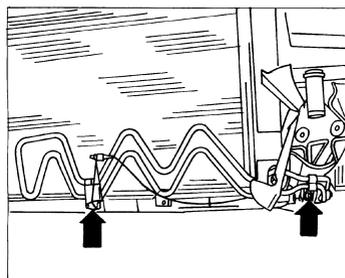

图 2-7 拧下动力转向液压油冷却管螺栓。
13) 拧下图 2-7 箭头所示动力转向液压油冷却管螺栓, 将该管放置一旁, 不要打开液压油环路。